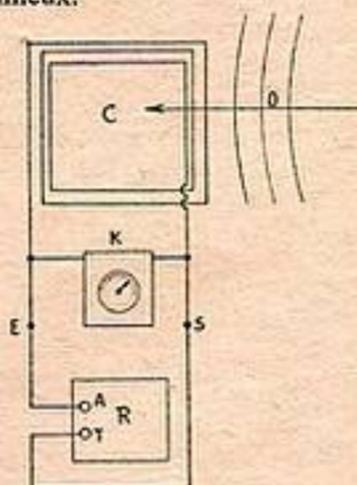

FIG. 29
Une autre solution est celle qui consiste à remplacer l'antenne par un *cadre orientable*. Ce cadre, c'est une bobine plate et de grand diamètre, à l'intérieur de laquelle les ondes peuvent circuler à l'aise. A l'inverse de l'antenne, qui est un circuit ouvert, où les courants de haute fréquence induits par les ondes se referment par la capacité aérienne du volume situé entre l'antenne et la terre, le cadre est un circuit fermé, une bobine dont les deux bouts sont reliés respectivement aux bornes antenne (A) et terre (T) du poste récepteur. Le nom de cadre vient de ce que cette bobine comprend une ou plusieurs spires de fil enroulés sur un cadre isolant, qu'on peut généralement orienter dans toutes les directions du plan, dans tous les « azimuts », comme disent les navigateurs (fig. 29).